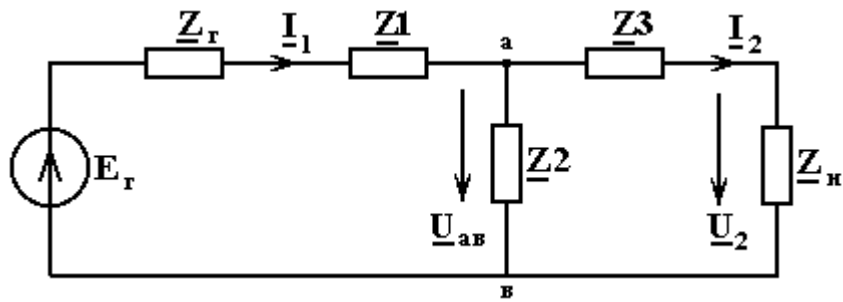

Рис.5.22
2.1. Расчетная схема (рис.5.22)